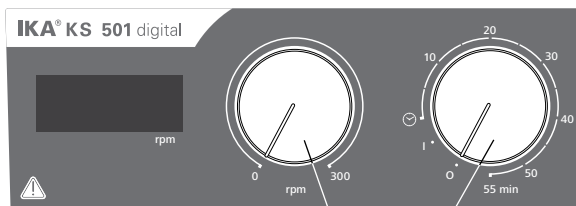

Fig. 3
- ☞ Ställ in motorvarvtalet med reglerknoppen **”Varvtal” (C)**, se **Fig. 3**. Motorvarvtalet kan ställas in till mellan 0 och 300 rpm.